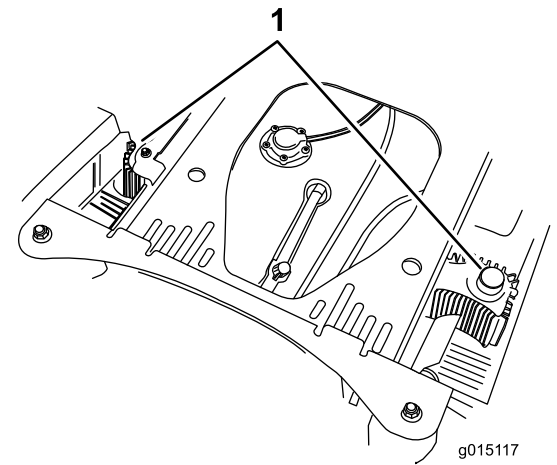

Figure 72
4. Débarrassez les unités hydrauliques de l'herbe et des débris accumulés (Figure 72).